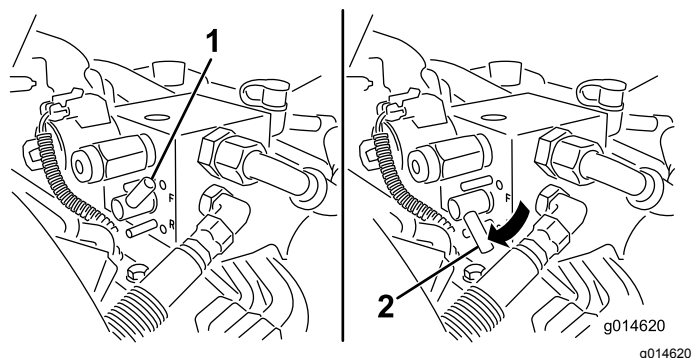

Figura 51
5. Rode a alavanca de retificação para a posição PARA TRÁS (R) (Figura 51).